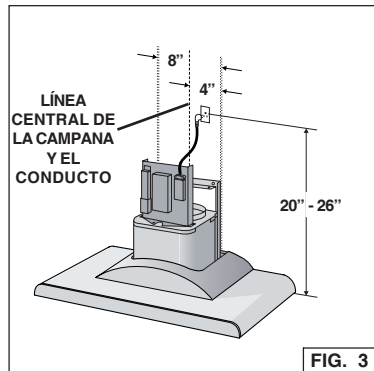

FIG. 3
3. Monte el receptáculo de 20" - 26" sobre la parte inferior de la campana Fig. 3
4. Coloque el receptáculo dentro de los límites mostrados y fuera del centro del conducto (para permitir la conexión del cable de alimentación y que la zona de la salida de humos esté despejada). Fig. 3